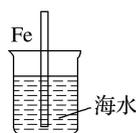

图 1
- A. 图 1 中，插入海水中的铁棒，越靠近底端腐蚀越严重